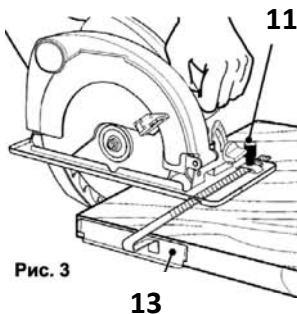

Рис. 3
7.4. Установка параллельной направляющей. рис.3.